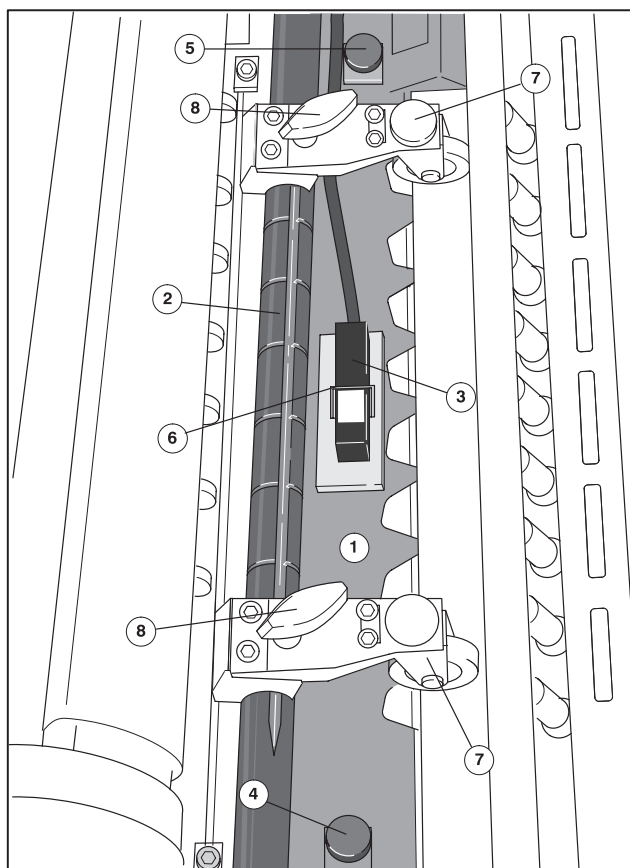

Рис. 32 Установка направляющей пластинки
- 2 Продвинуть направляющую пластинку с щеточными роликами (Рис. 32/①) под ось тактовых роликов (Рис. 32/②).
- 3 Вставить оба винта с накаткой (Рис. 32/④ и 32/⑤) в отверстия направляющей пластинки и слегка завинтить их.
- 4 Вначале затянуть винт с накаткой на направляющей пластинке на С.О. (Рис. 32/④), а затем такой же винт на С.П. (Рис. 32/⑤).
- 5 Вставить устройство контроля листов (Рис. 32/③) и закрепить его при помощи зажима (Рис. 32/⑦).
- 6 Выставить тактовые ролики (Рис. 32/⑦) на формат; при перемещении обратить особое внимание на **правильное защелкивание тактовых щеточных роликов**.
- 7 Зафиксировать тактовые ролики в защелкнутой позиции с помощью винта (Рис. 32/⑧).